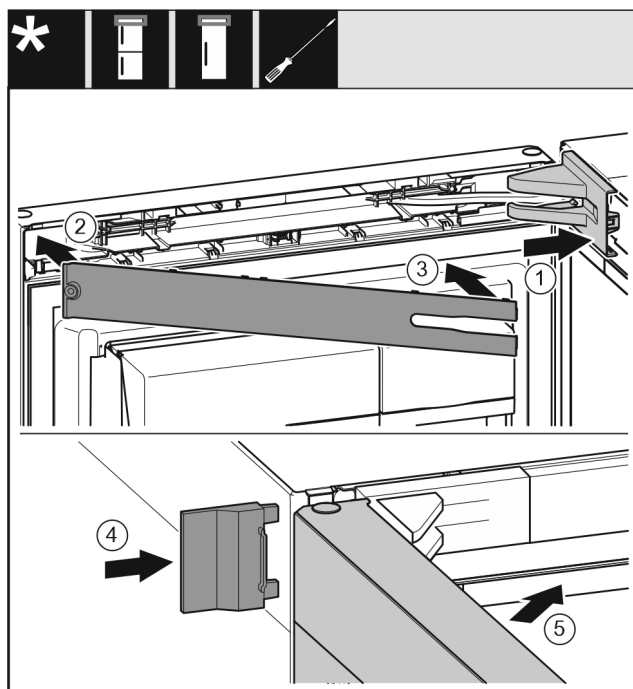

Fig. 31
- ▶ Поставете и фиксирайте капачката на лагерната стойка Fig. 31 (1), при нужда внимателно го натиснете настрани.
- ▶ Поставете капачката Fig. 31 (2).
- ▶ Капачка Fig. 31 (3)
- ▶ Нахлузете външния капак Fig. 31 (4).
- ▶ Затворете горната врата Fig. 31 (5).